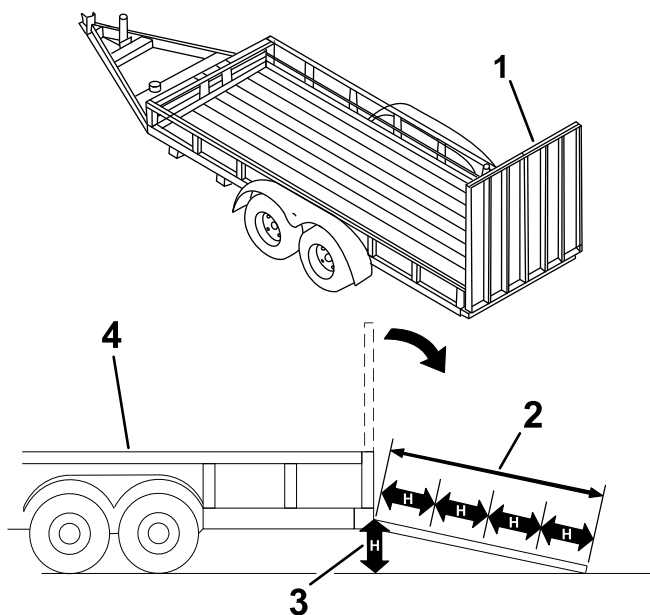

Bild 25
Beim Verladen einer Maschine auf einen Anhänger oder Pritschenwagen erhöht sich die Gefahr, dass die Maschine umkippt und schwere oder tödliche Verletzungen verursacht (Bild 25).
3. Senken Sie die Rampe (**Bild 25**).